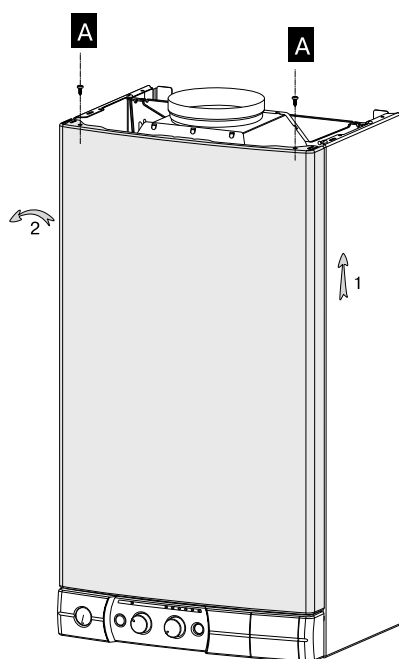

Рис. 7
- выверните два винта А, фиксирующие переднюю панель (рис. 7)